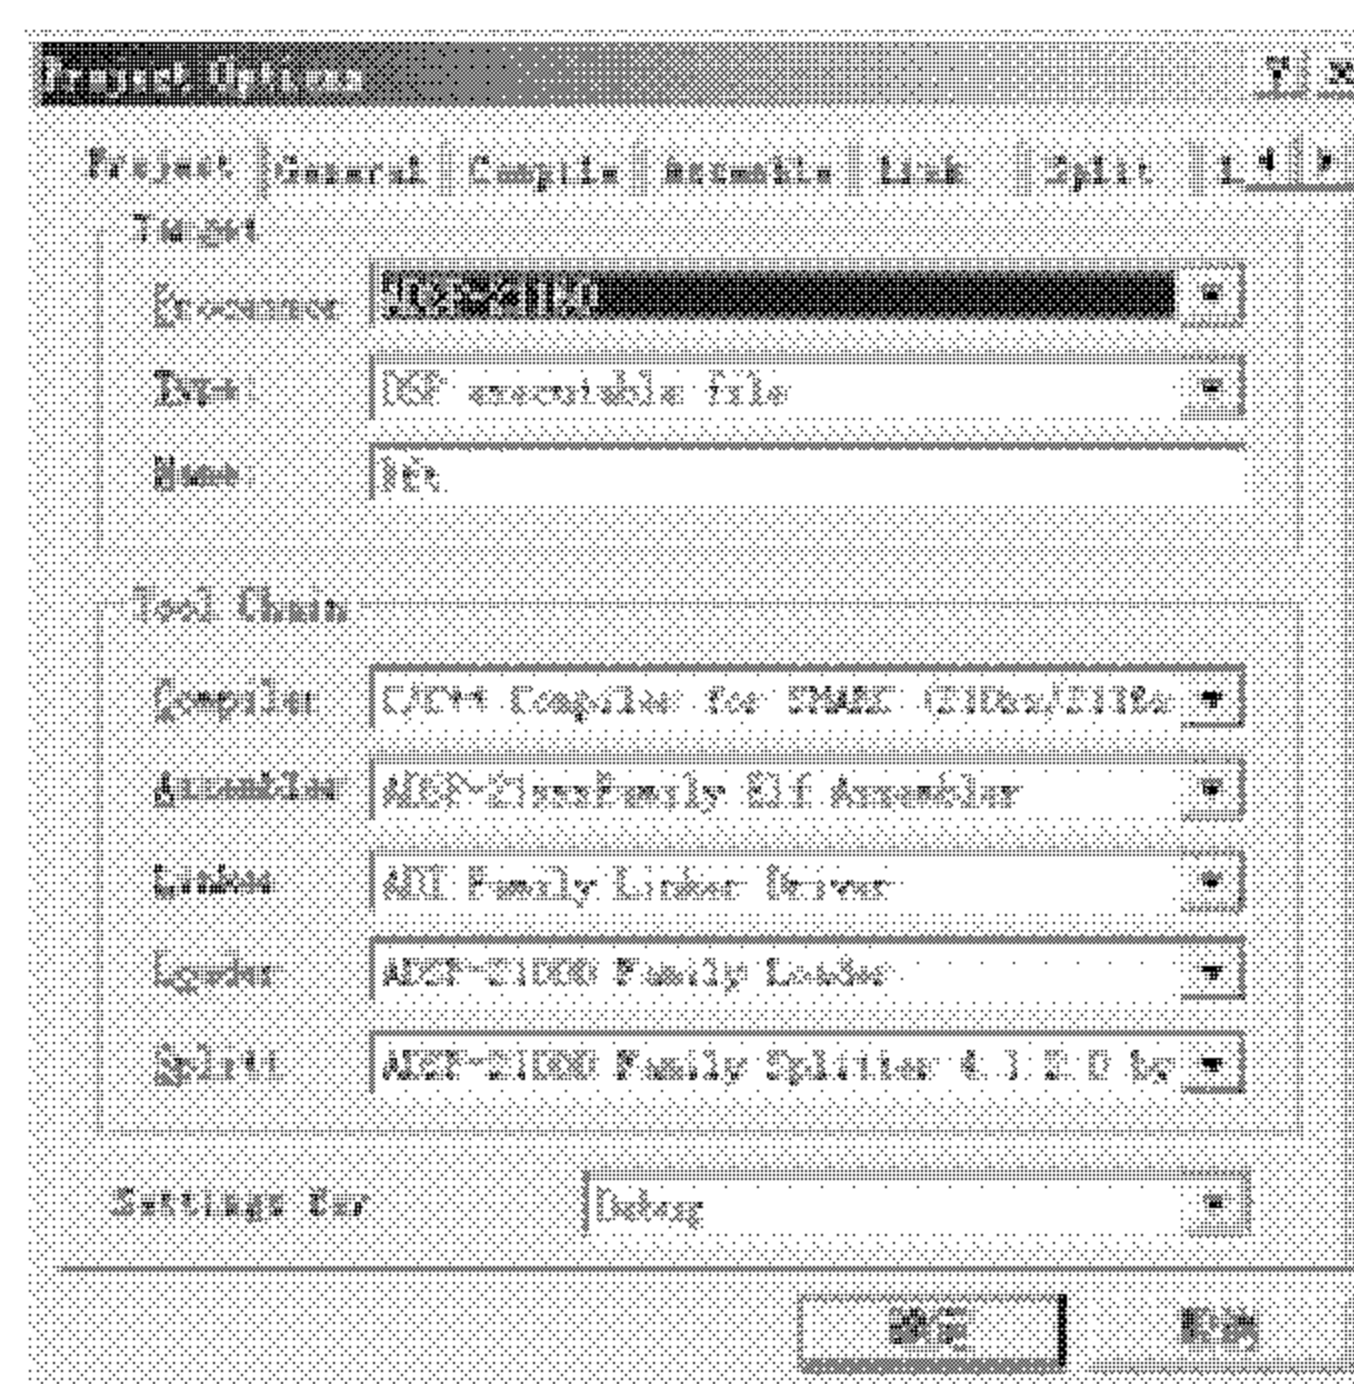

图 4.3 工程选项对话框
(1) 选择 **Start(桌面开始菜单) → Programs → VisualDSP → VisualDSP++forSHARC**，打开 **VisualDSP++** 主界面。
(2) 选择 **Project** → **New**，打开一个 **Save New Project as** 对话框。
(3) 在 **Save New Project as** 对话框中指定路径并输入工程名，点击 **Save** 保存此新工程，同时打开工程选项对话框(**Project Options**)，如图 4.3 所示。在 **Project** 面板中设置如下选项：
选择 Project → Project Options, 打开 Project Options 对话框, 如图 4.3 所示。Project Options 对话框的 Project 栏中选项, 我们在前面创建新工程时已作了说明, 这里不再重述。下面对 Project Options 对话框的其它面板栏中的选项分别进行介绍。